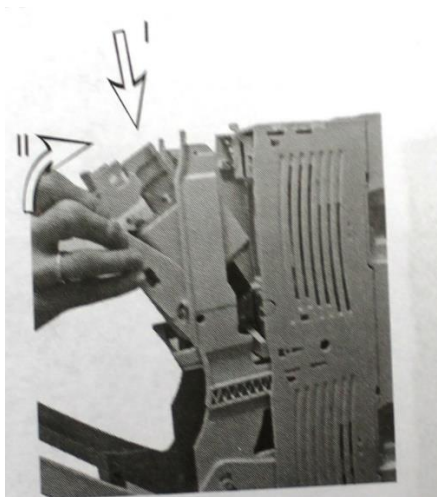

Рис.8 Установка держателя предохранителя в блок-рубильник.
5. Установка держателя предохранителя в блок-рубильник Рис.8.